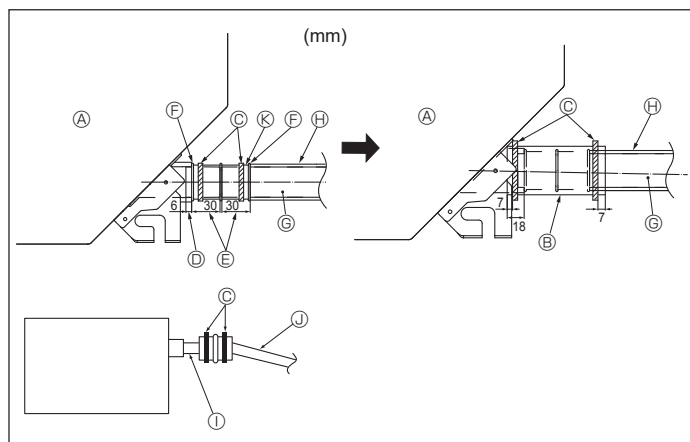

Fig. 4-5
- 1 Raccorder la prise d'écoulement (fourni avec l'appareil) au port de drainage. (Fig. 4-5) (Apposer le tube à l'aide de ruban adhésif en PVC puis le fixer avec une sangle.)